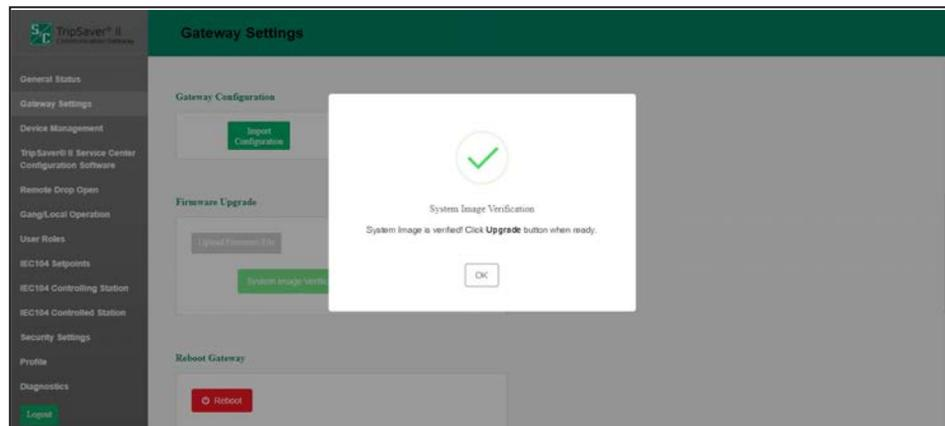

Figura 33. Caixa de diálogo informando que o processo de verificação de firmware está concluído.
**PASSO 6.** Após a verificação do arquivo é exibida uma notificação. Clique no botão **OK** para ocultar a janela. O botão **Upgrade** (Atualizar) se torna ativo. Ver Figura 33.